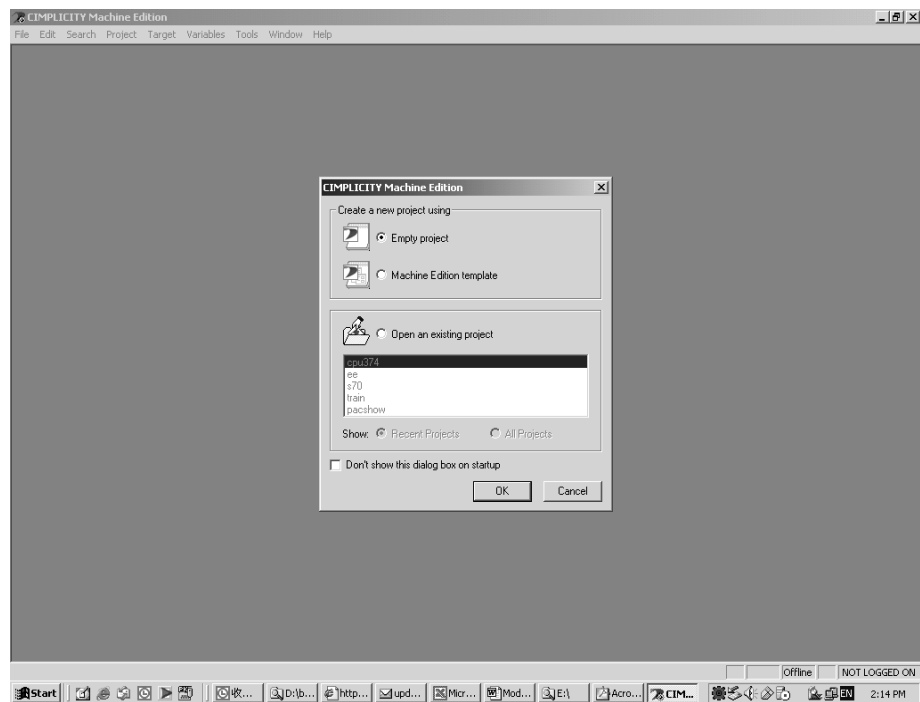

图 5
1. 打开 ME 软件，选择“Empty Project”，见图 5